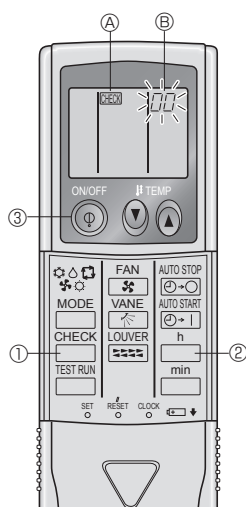

Fig. 7-6
7.3.2. För trådlös fjärrkontroll (Fig. 7-6)